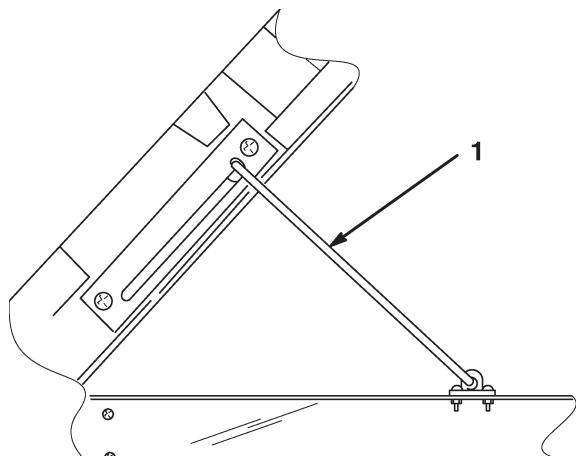

Bild 10
3. Heben Sie die Pritsche voll an und senken sie dann leicht ab, um den Ständer eingreifen zu lassen (Bild 10).